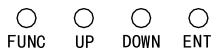

Fig.7
- Per poter entrare nella modalità DMX, premere il tasto FUNC fino a quando sul display non appare l'indirizzo DMX (fig.7).